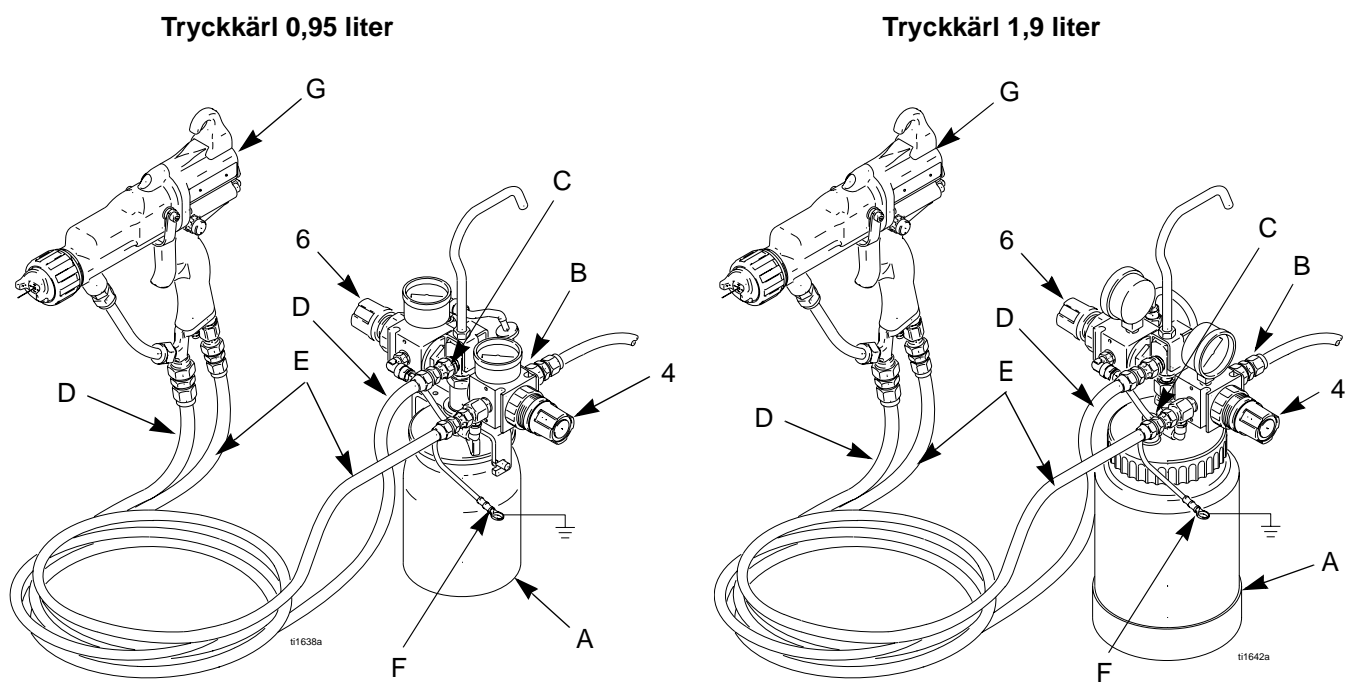

Fig. 1. Exempelinstallation
Anslut luft- (E) och vätskeslangarna (D) enligt Fig. 1. För elektrostatiska pistoler ansluts jordledaren på luftslangen (F) till en god jordpunkt.